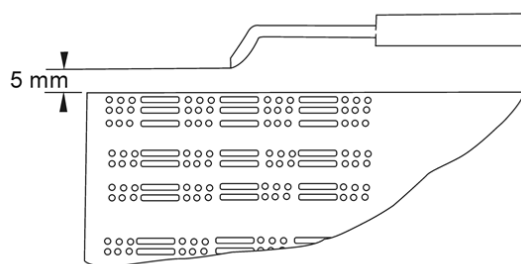

Figura. 5
- Verifique la posición del electrodo de arranque (vea la Figura 5).